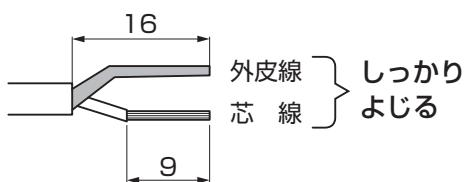

図3-9 シールド線先端処理
①柱(戸当り用)側から引込んだシールド線を柱(端部用)側から引込んだシールド線と同じ長さに切断してください。
②切断したシールド線先端を剥いて処理をしてください。(図3-9参照)